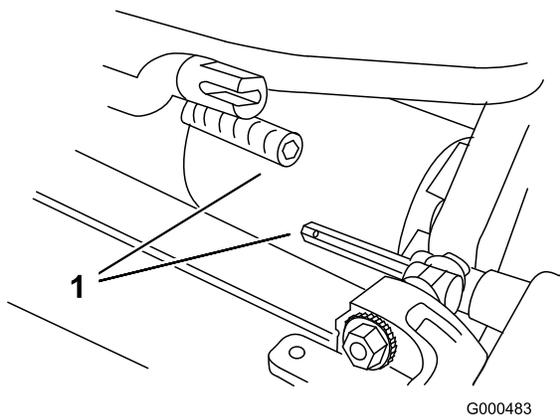

Figura 5
3. Empurre a unidade de corte para baixo da unidade de tracção e para a esquerda para engatar a união da transmissão (Figura 5).